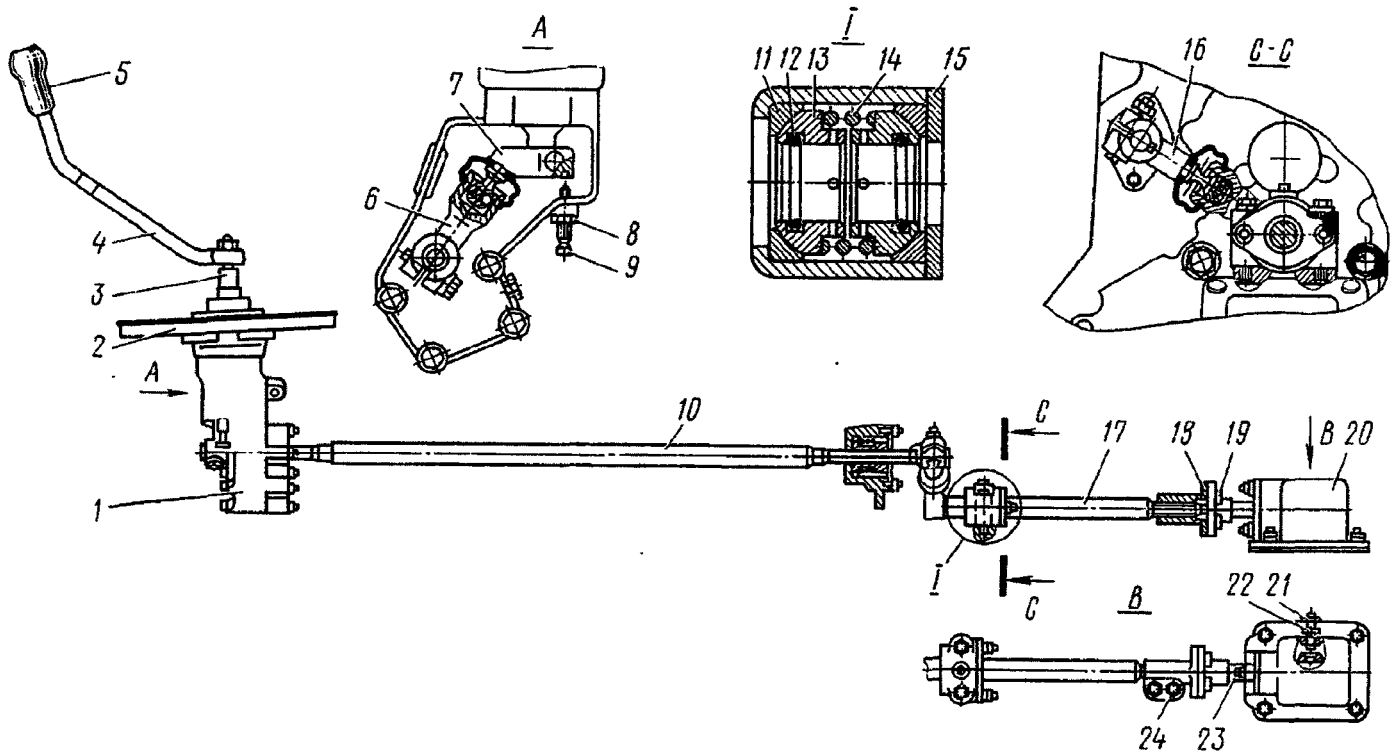

Рис. 44. Привод управления механизмом переключения передач:
13. Выверните стяжной болт рычага 16 (рис. 44) передней тяги 10 переключения передач и, выключив передачу, разъедините переднюю тягу и рычаг	Ключ 17 мм, молоток
25. Установите переднюю тягу дистанционного управления коробкой передач с рычагом и вверните стяжной болт рычага. При необходимости отрегулируйте дистанционный механизм переключения коробки передач в следующем порядке: — установите рычаг переключения коробки передач в нейтральное положение и застопорите рычаг 7 (см. рис. 44) наконечника вращиванием	Ключ 17 мм, молоток
8. Выверните болты 19 (см. рис. 44) соединения фланца штока 23 механизма переключения передач с регулировочным фланцем 18	Накидной ключ 13 мм
24. Вверните болты 19 (см. рис. 44) соединения фланца штока 33 механизма переключения передач с регулировочным фланцем 18	Накидной ключ 13 мм